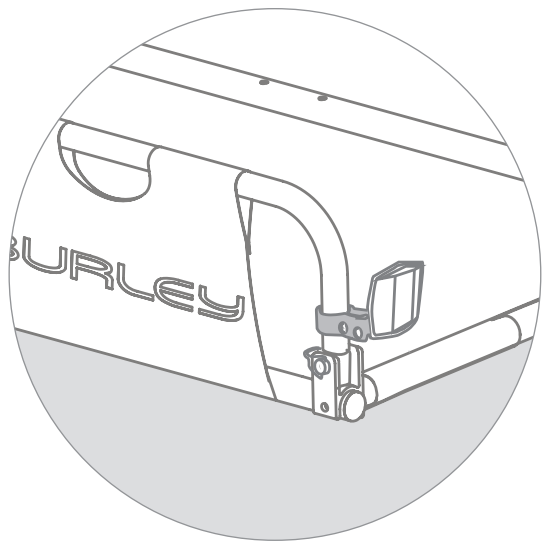

Figure 5
1. Mount clear reflectors/brackets horizontally on front corners of side panel rail tubes (Figure 5).
1. Die durchsichtigen Reflektoren/Klammern horizontal an den vorderen Ecken der Rohre der Seitenwände anbringen (Abb. 5).
1. Montez les supports / réflecteurs transparents horizontalement, sur les coins avant des tubes du rail du panneau latéral (Figure 5).